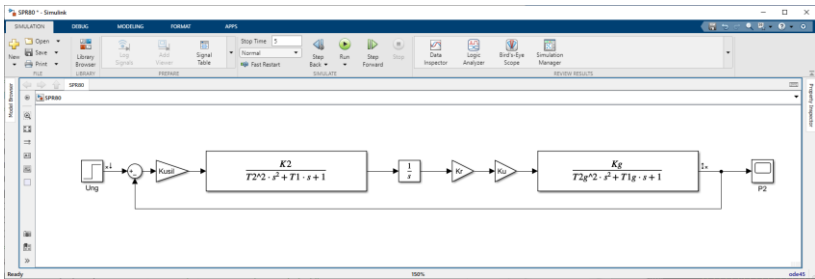

Рис. 8.1. Структурная схема САУ ГПТ при анализе по задающему напряжению
В практической работе №6 нами был проведен линейный анализ САУ ГПТ, в которой в качестве входного воздействия принималось задающее напряжение, а в качестве выхода – напряжение на выходе ГПТ (см. рис. 8.1).
1. Откройте модель САУ ГПТ, разработанную в работе №6 (см. рис. 8.1).